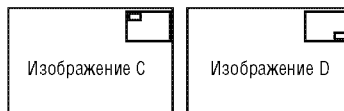

Рис. 23. Пример выбора положения увеличиваемого фрагмента изображения
На рис. 23 показано, как в этом информационном окне выглядит переход от фрагмента, расположенного в верхнем левом углу (С), к фрагменту в нижнем правом углу изображения (D).
Положение увеличиваемого фрагмента можно изменять одним из следующих способов (рис. 23):